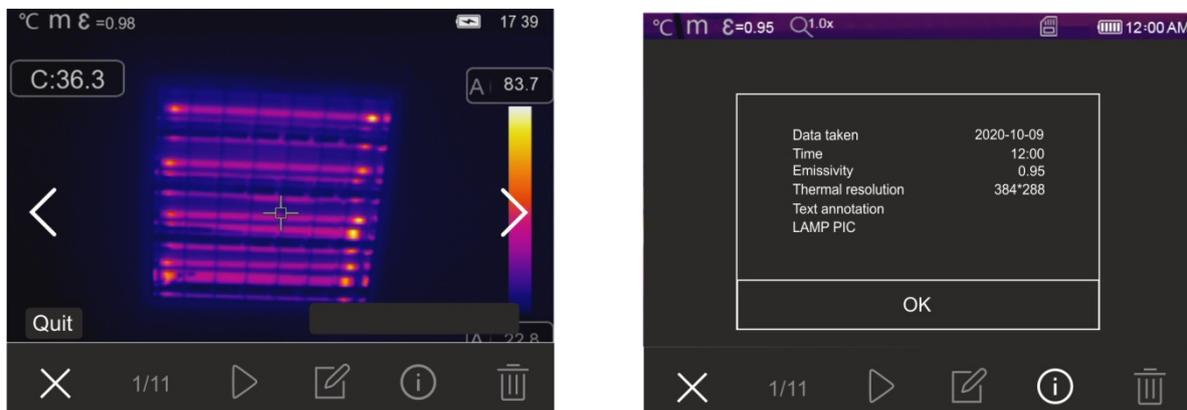

Fig. 47: Rappel des images enregistrées sur l'écran
1. Appuyez sur la touche ▶ pour entrer dans la galerie d'images et de vidéos enregistrées dans la mémoire de l'instrument ou sur la carte micro SD. La page-écran de la Fig. 47 - partie gauche suivante est affichée à l'écran
3. Touchez l'icône « ⓘ » pour ouvrir la section contenant des informations sur l'image enregistrée. La page-écran de la Fig. 47 – partie droite s'affiche à l'écran